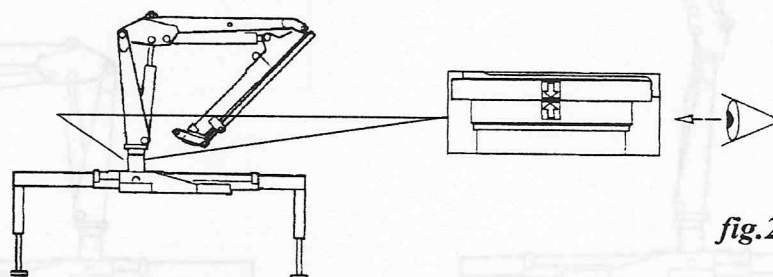

fig.2
- 4) Ruotare la colonna fino a che la freccia posta sulla colonna stessa non incontra la freccia posta sul basamento (Fig. 2)
- 4) Turn the column until the arrow on it meets the arrow on the base (Fig. 2)